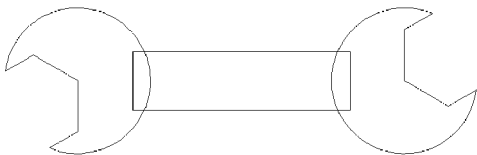

图 6-9 用差集命令剪切右边圆形
② 用同样方法剪切右边的圆形，如图 6-9 所示。
(2) 并运算